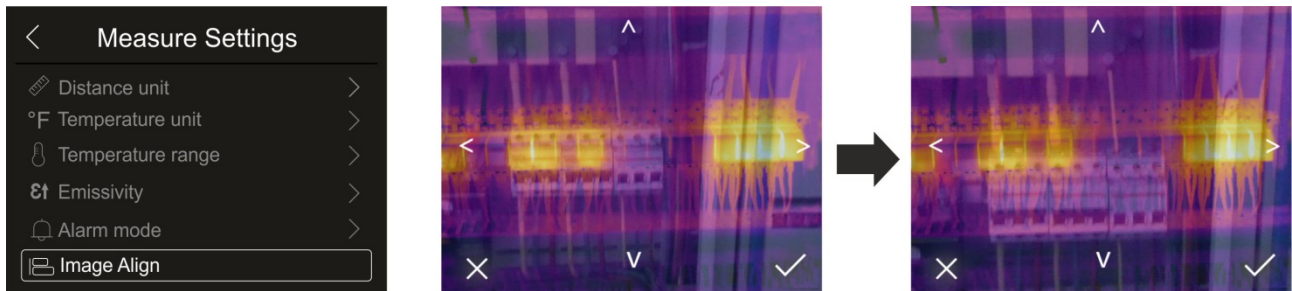

Fig. 27: Alignement des images sur l'écran
1. Appuyez sur l'élément «Image Align». La Fig. 27 – partie centrale s'affiche à l'écran où les deux images se superposent avec un faible niveau d'infrarouge.
2. Touchez les 4 flèches de l'écran pour que l'image IR soit superposée à l'image visible (voir Fig. 27 - partie droite)